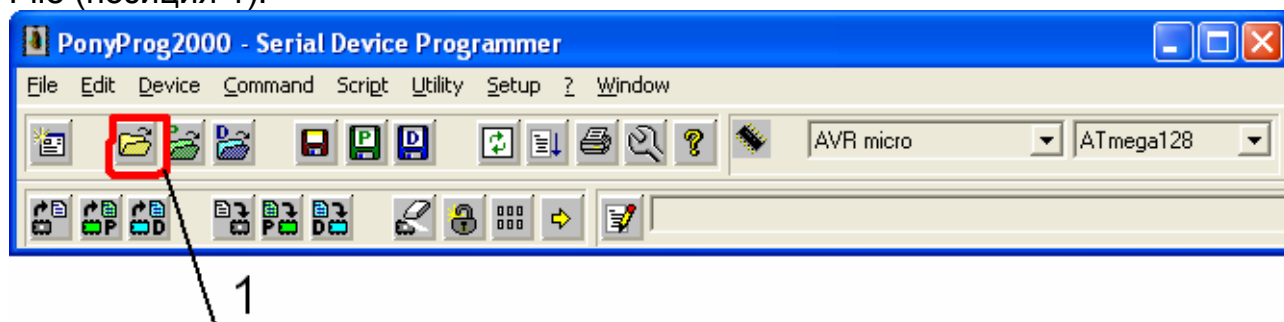

Рис. 12 – Главное окно Pony Prog.
3.25 В меню главного окна (рисунок 12) нажать на кнопку Open Device File (позиция 1).